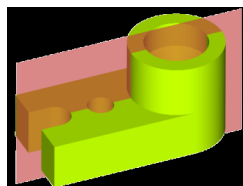

图1—确定剖切平面位置
①确定剖切平面位置,过机件内部结构的孔和槽的对称平面或轴线,且通过机件的对称平面。如图1所示: